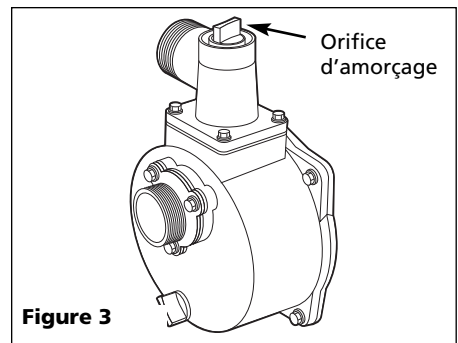

Figure 3
9. Ajoutez de l'eau au port d'amorçage de la pompe (Figure 3). Continuez à ajouter de l'eau jusqu'à ce que le niveau soit d'environ 3 po du dessus. Installez le bouchon de pompe d'amorçage. L'eau de la pompe créera une succion qui amorcera la pompe.